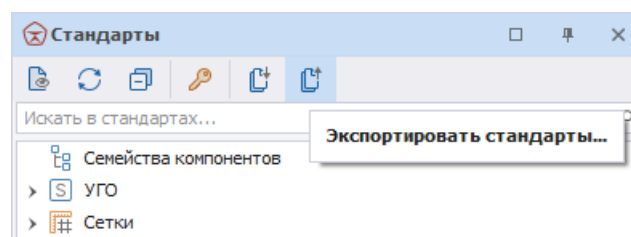

Рис. 7 Вызов мастера экспорта стандартов
1. Кликните по иконке , расположенной на панели инструментов панели «Стандарты», Рис. 7.